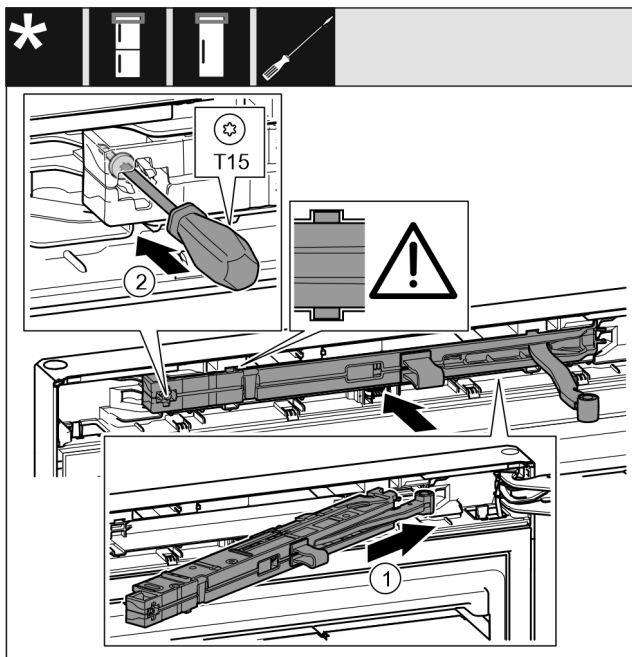

Fig. 44
- ▶ Jednotku tlumiče zavírání Fig. 44 (1) na straně stojanu ložiska zasuňte až na doraz šikmo do vybrání.
- ▶ Šroubovákem šroub Fig. 44 (2) pevně utáhněte.